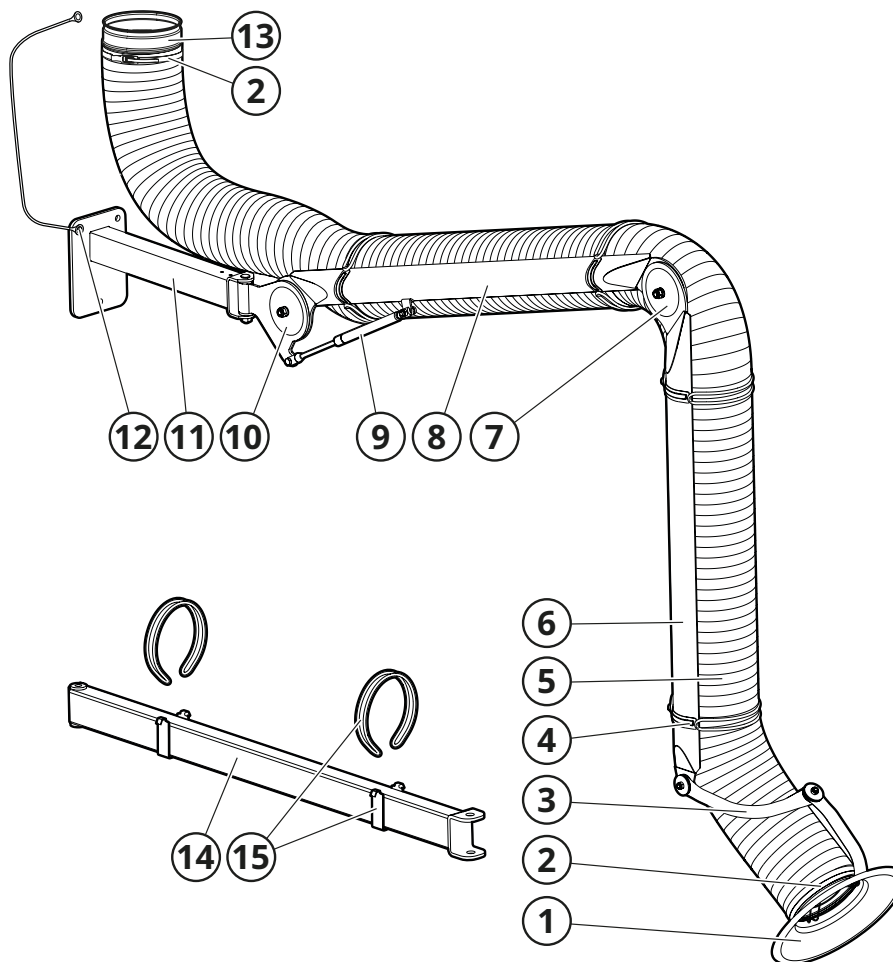

Fig. 2
Siehe Fig. 2.
Der Punktabsauger wird standardmäßig an einer Wandhalterung montiert (11, Fig. 2) und hat außenseitig angebrachte Tragarme (6, 8). Am oberen Gelenk (10) befindet sich eine Gasfeder (9), die das Eigengewicht des Arms ausgleicht. Der Armwiderstand wird am jeweiligen Gelenk geregelt (7, 10). Die Haube (1) ist für maximale Saugleistung ausgelegt und ideal zum Absaugen von Gas und Staub geeignet. Das Haubengelenk (3) lässt sich um 180+180° justieren. Der Schlauch (5) wird mit Fumex Q-MaiD™ Schnellverschlüssen (2) und Schlauchhalterungen (4) am Tragarm angebracht. Der Absaugarm ist doppelt durch den Schnellverschluss (2) und das Erdungskabel (12) im Nippel (13) geerdet.